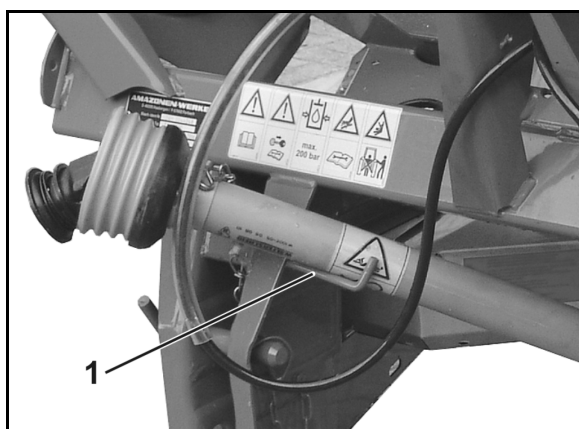

Рис. 35
5. Покладіть карданний вал в передбачений тримач (Fig. 35/1).